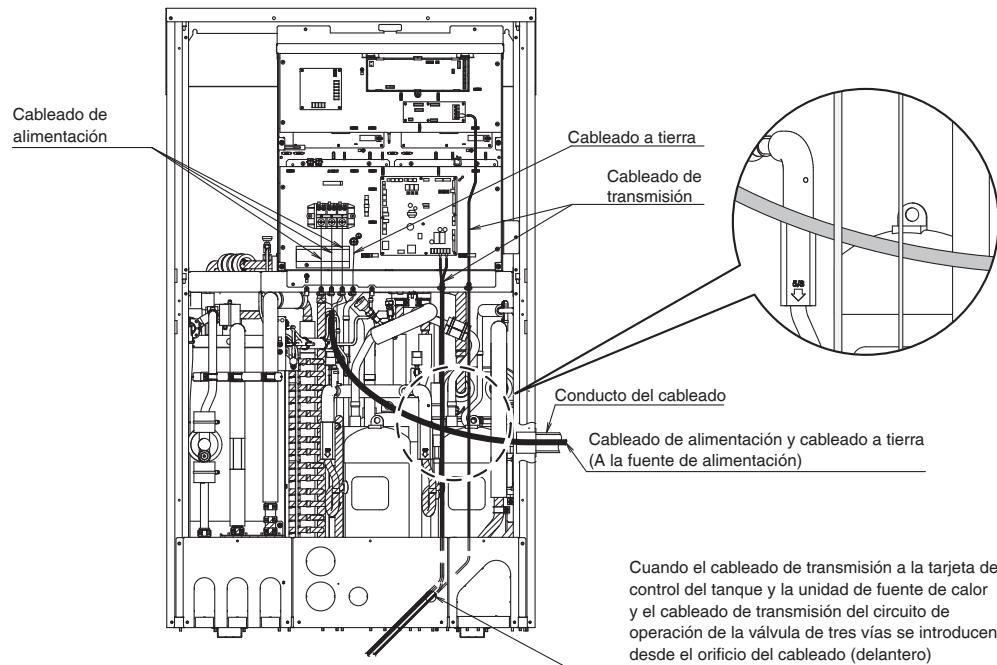
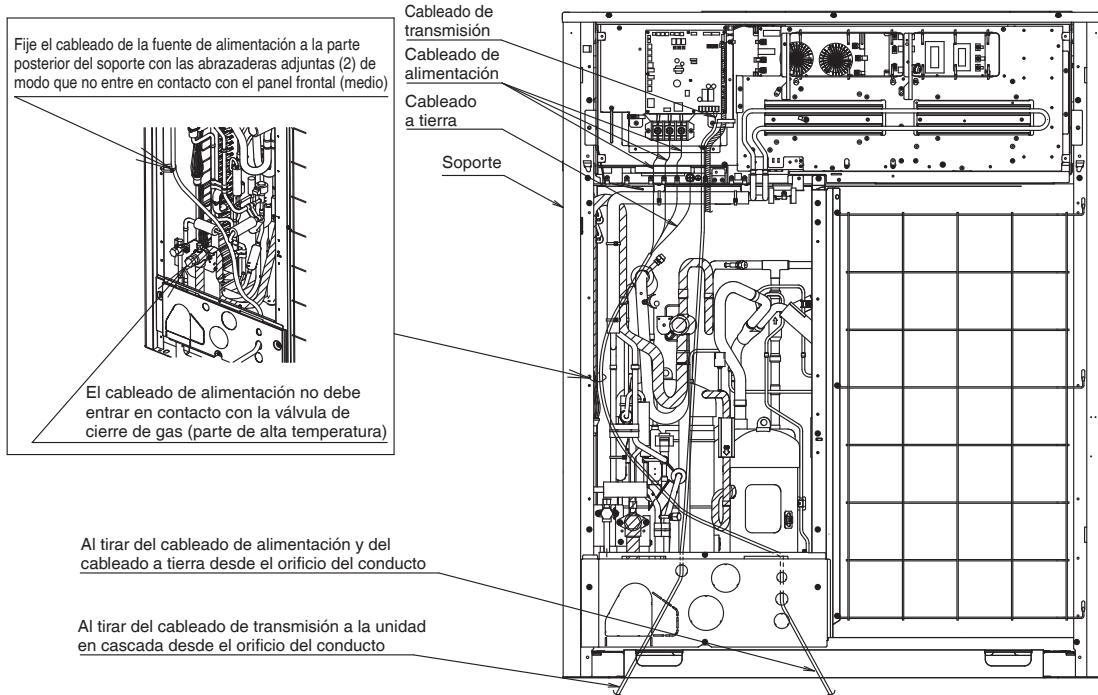

Fig. 27
Fig. 28
- Consulte la Fig. 27 y la Fig. 28 para ver el cableado.
- Guíe los cables de manera que no entren en contacto con el compresor ni con las tuberías de alta temperatura (en Fig. 27 y Fig. 28).